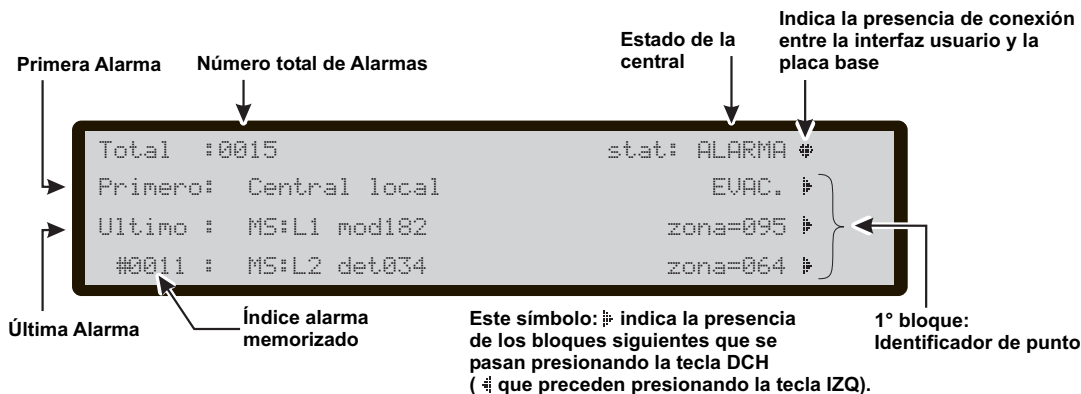

Figura 79 Pantalla: ESTADO de ALARMA
- por los visores de la central y de los Repeater con una pantalla como la de la figura 79;